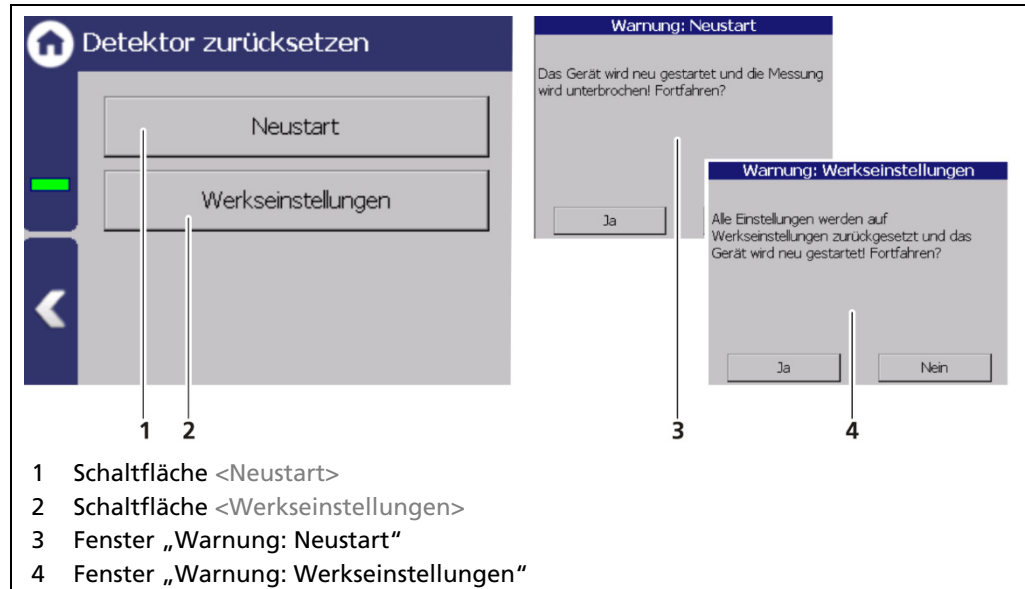

Abb. 60 Detektor zurücksetzen
1. Klicken Sie eine Zeile in der Liste (Abb. 60, Pos. 3) an.
2. Klicken Sie auf <?> (Abb. 60, Pos. 4).